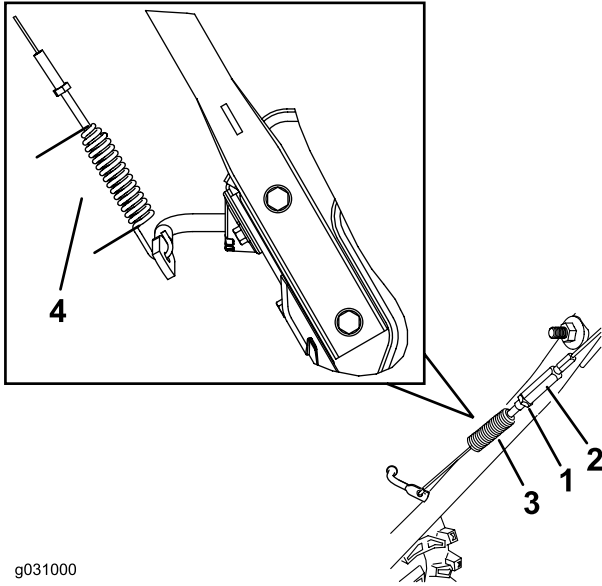

Figure 29
3. Desserrez ou serrez le tendeur pour régler la longueur du ressort à 7 cm (2¾ po), comme montré à la Figure 29.
4. Serrez l'écrou de blocage (Figure 29) en vérifiant que le câble est légèrement tendu.